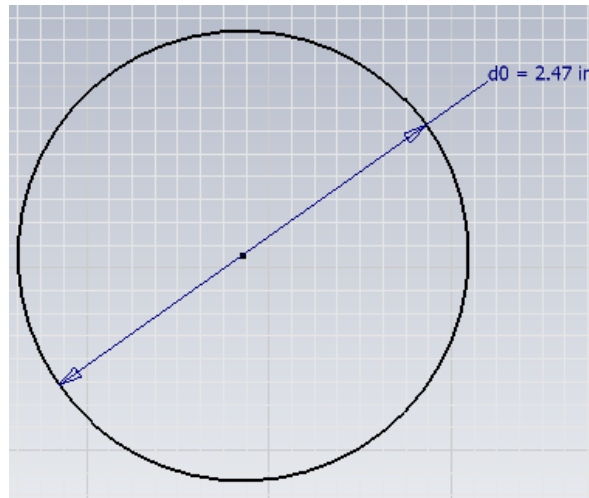

Figura 4.4 Acotación de la circunferencia base.
3.- Para iniciar el diseño del índice, seleccione el comando círculo y cree el boceto del mismo en el área de trabajo y finalice. A continuación acote el círculo de tal manera que el diámetro de la circunferencia sea de 2.47 pulgadas, figura 4.4.